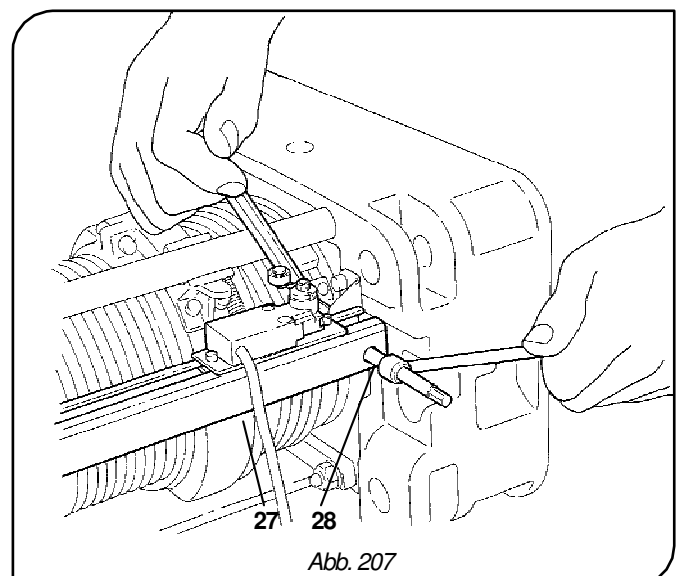

Abb. 207
12. Setzen Sie die Endschalterblende **-27-** wieder auf und schrauben Sie sie mit den entsprechenden Schrauben **-28-** fest (Abb. 207).